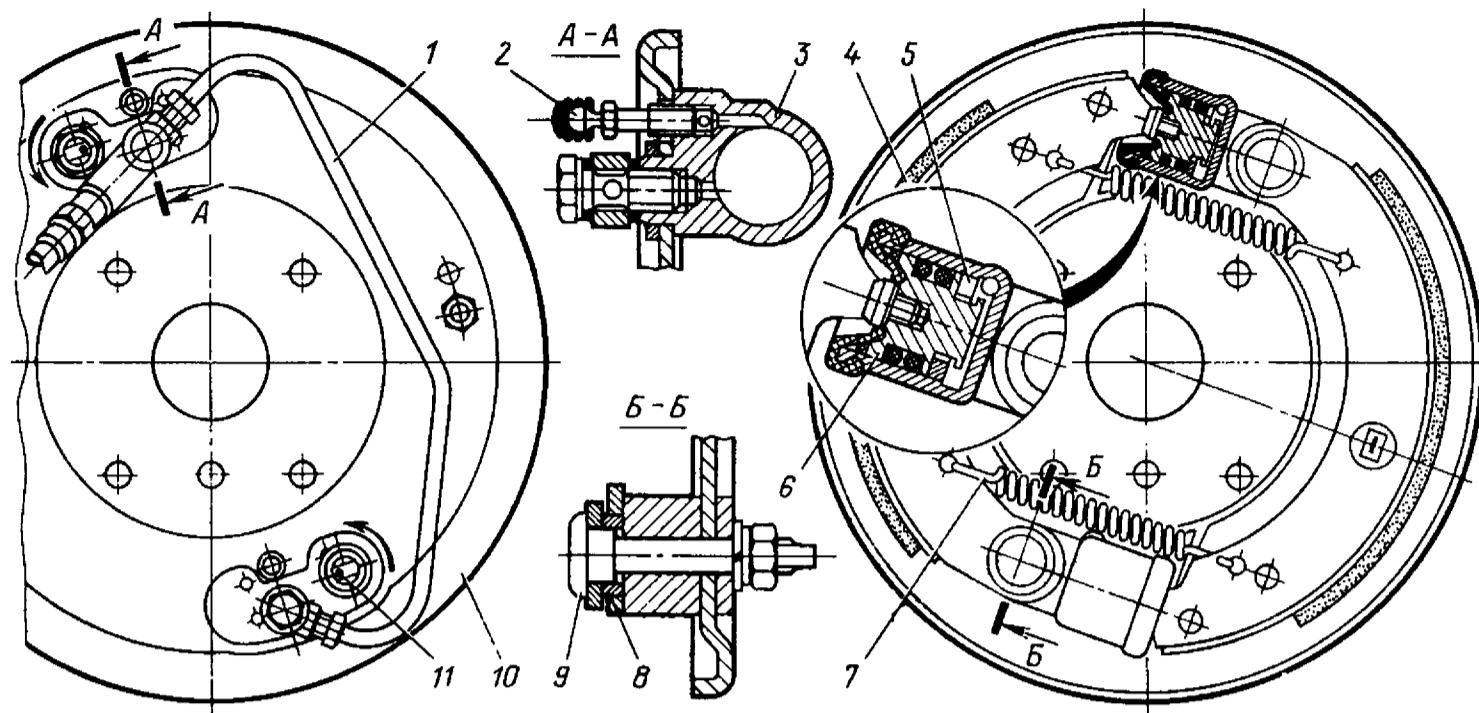
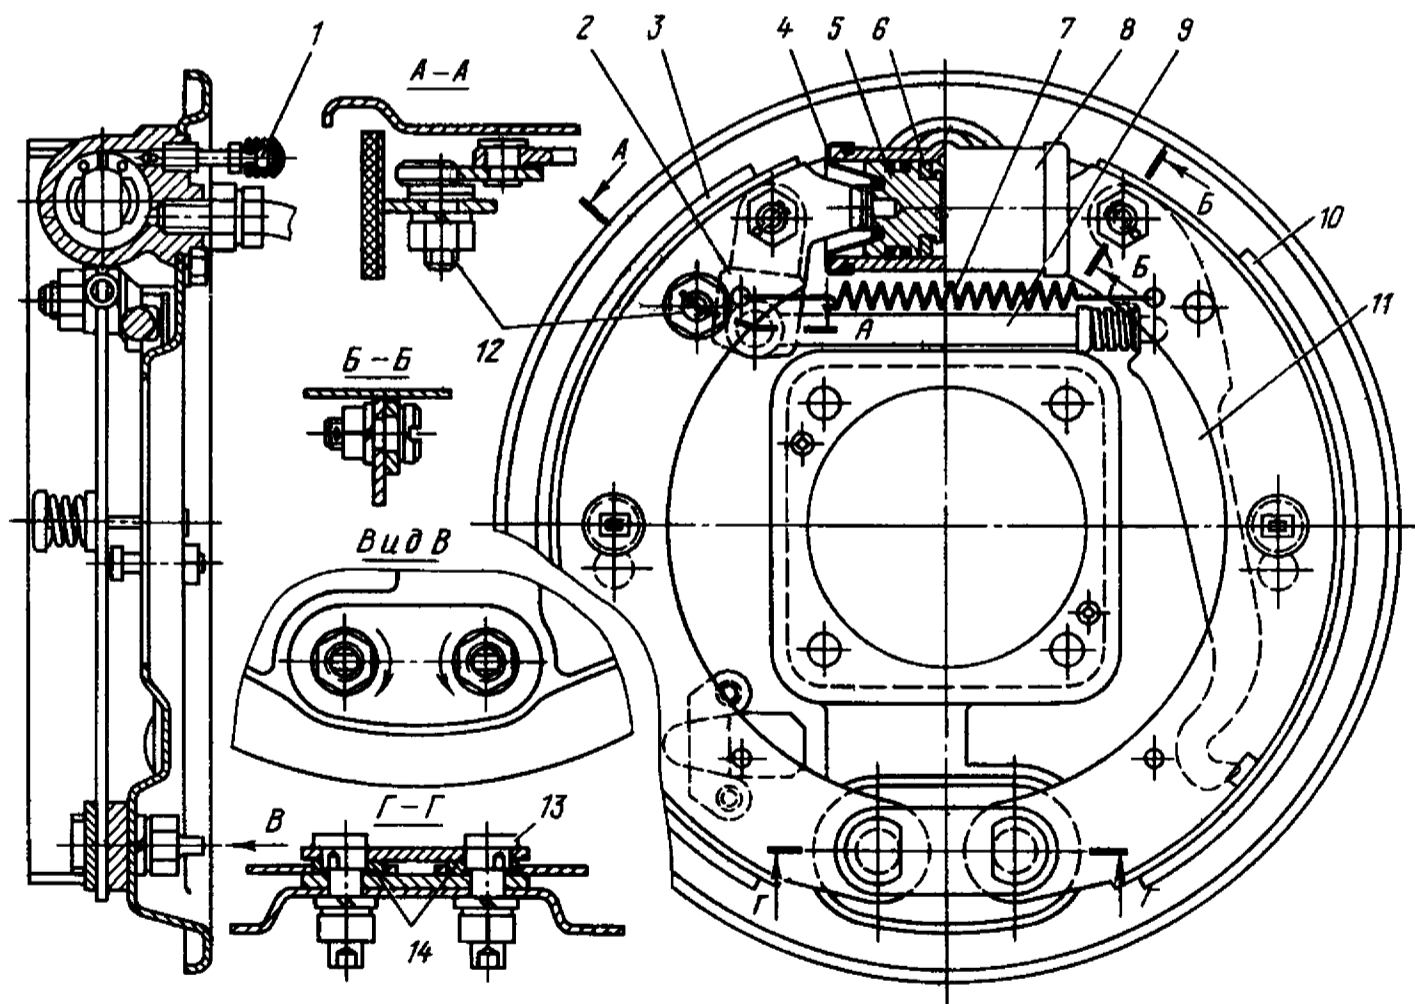
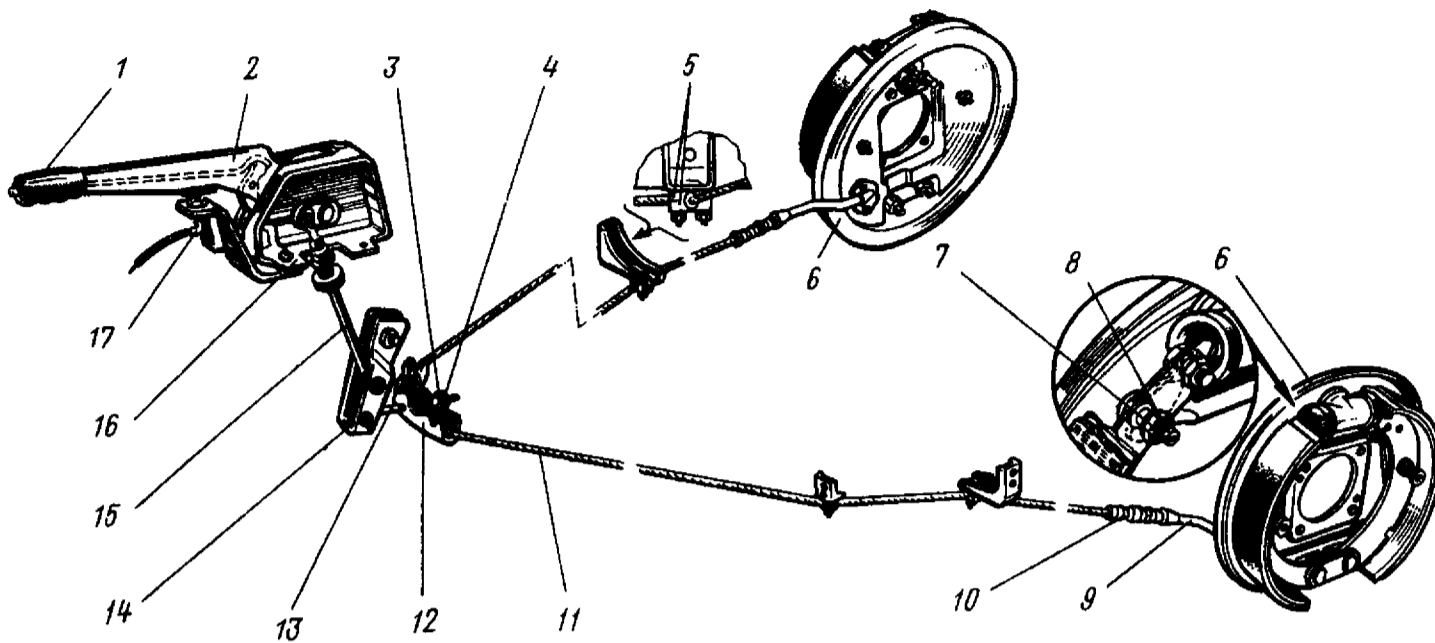
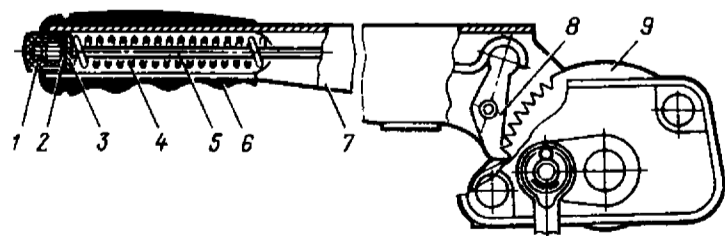

Рис. 169. Передний тормозной механизм:
Рис. 170. Задний тормозной механизм:
Рис. 176. Стояночный тормоз:
Рис. 177. Рычаг стояночного тормоза:
устройства, поддерживающие постоянный зазор между барабаном и колодками по мере их износа. У переднего тормозного механизма (рис. 169) и у заднего тормозного механизма это устройство состоит из упорного разрезного кольца 5, запрессованного в тормозной цилиндр. Прорезь кольца должна располагаться в вертикальной плоскости со стороны отверстия для прокачки.
Передний тормозной механизм имеет два колесных цилиндра 3 с внутренним диаметром 32 мм. Каждый цилиндр действует на свою тормозную колодку. Обе колодки одинаковые и имеют накладки длиной 250 мм, смещение к установочному отверстию на колодке, как показано на рис. 169.
Задний тормозной механизм (рис. 170) имеет один колесный цилиндр 8 двустороннего действия с внутренним диаметром 28 мм, который приводит в действие обе колодки 3 и 10. Передняя колодка 3 имеет накладку длиной 290 мм, а задняя колодка 10 одинаковая с колодками переднего тормоза.
Стояночный тормоз (рис. 176) действует на задние тормозные механизмы. Кронштейн 16 с рычагом 2 привода стояночного тормоза крепится четырьмя болтами к переходному кронштейну, который приварен к передней панели пола. При перемещении рычага стояночного тормоза вверх тяга 15 поворачивает рычаг 14,
Через направляющие трубки 9 и защитные резиновые чехлы 10 концы троса входят в тормозные механизмы и соединяются с приводными рычагами 11 (см. рис. 170) при помощи вилок и наконечников, обжатых на тросах. Приводной рычаг 11 качается на оси, закрепленной на задней колодке 10 гайкой с пружинной шайбой. Рычаг при помощи разжимного стержня 9, маятникового рычага 2 и регулировочного
эксцентрика 12 соединен с передней колодкой 3 заднего тормоза. Рычаг 7 (рис. 177) стояночного тормоза удерживается в поднятом положении при помощи храпового механизма, состоящего из собачки 8 и зубчатого сектора 9. При этом выключатель 17 (см. рис. 176) включает на комбинации приборов красный сигнализатор.
Для возвращения рычага в исходное положение следует, преодолевая сопротивление пружины 4 (см. рис. 177), утопить кнопку 1. При этом тяга 5 повернет на своей оси собачку 8. Собачка выйдет из зацепления с зубчатым сектором 9 и рычаг 7 сможет опуститься в первоначальное положение, утопив в конце своего хода кнопку электрического выключателя. На панели приборов выключится сигнализатор.
Стояночный тормоз должен обеспечивать надежное удержание автомобиля с полной нагрузкой на уклоне и спуске не менее 25 % при приложении к ручке 1 (см. рис. 176) рычага стояночного тормоза усилия, не превышающего 40 кгс. При этом запирающий механизм должен сделать 5...6 щелчков. Увеличенный ход рукоятки зависит от степени износа накладок и барабана задних тормозных механизмов, а также от большого свободного хода в механизме привода.
1. Убедиться в правильности регулировки рычага 11 (см. рис. 170) привода стояночного тормоза. Для этого: отвернув контргайку 4 (см. рис. 176) и гайку 3, снимите с тяги 13 трос 11 с уравнивателем 12; снимите защитные чехлы 10 с направляющих трубок 9 и, перемещая рукой трос, измерьте его перемещение относительно торцов направляющих трубок. Трос следует перемещать с небольшим усилием в пределах свободного хода приводного рычага 11 (см. рис. 170). Перемещение троса должно быть в пределах 4...6 мм.
2. При необходимости отрегулируйте свободный ход рычага привода. Для этого: поднимите домкратом задний мост; снимите задние колеса и тормозные барабаны; ослабив гайку 7 (см. рис. 176) и поворачивая эксцентрик 8, установите свободный ход приводного рычага в пределах 4...6 мм. Свободный ход
Перед снятием барабанов задних колес снимите трос 11 (см. рис. 176) с уравни-телем 12, для чего отверните гайку 3 и контргайку 4. Рычаг 2 должен быть при этом в опущенном состоянии. При значительном износе барабана, когда на рабочей поверх-ности его образовался буртик, для облегчения снятия следует повернуть опорные пальцы колодок в сторону, обратную стрелкам, указанным на рис. 169 и 170.